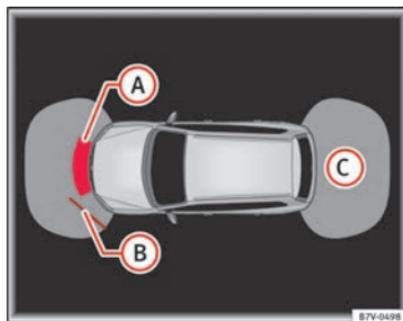
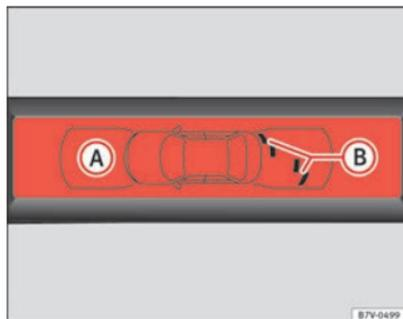

Abb. 144 Bildschirmanzeige des OPS: (A) Hindernis im Kollisionsbereich erkannt. (B) Hindernis im Segment erkannt. (C) Abgetasteter Bereich hinter dem Fahrzeug.
Abb. 145 Bildschirmanzeige des OPS: (A) Hindernis im Segment erkannt. (B) Abgetasteter Bereich vor dem Fahrzeug.
Der Bereich, in dem Hindernisse erkannt werden, erstreckt sich vor dem Fahrzeug bis zu einem Abstand von etwa 120 cm und etwa 60 cm zur Seite ⇒ Abb. 145 (B). Der Bereich hinter dem Fahrzeug wird bis zu einem Abstand von etwa 160 cm und etwa 60 cm zur Seite abgetastet ⇒ Abb. 144 (C).
Die angezeigte Grafik stellt die überwachten Bereiche in mehreren Segmenten dar. Je mehr sich das Fahrzeug einem Hindernis annähert, umso dichter rückt das Segment an das dargestellte Fahrzeug ⇒ Abb. 144 (B) und ⇒ Abb. 145 (A). Spätestens wenn das vorletzte Segment angezeigt wird, ist der Kollisionsbereich erreicht. **Nicht weiterfahren!** ▶